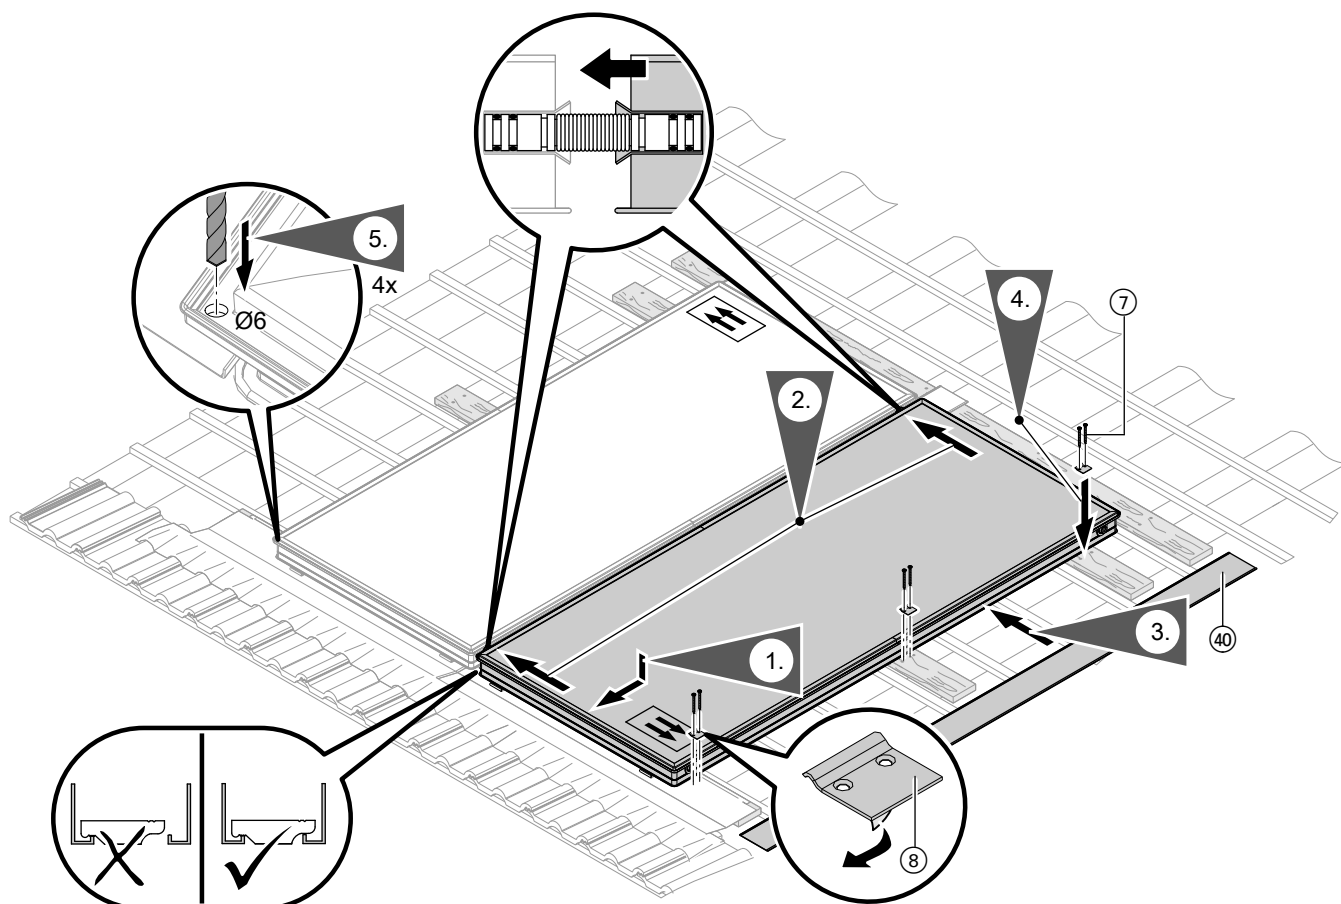

Abb. 29 Klemmsteine zwischen den Kollektoren festschrauben.
- 4. Kollektor in gleicher Weise wie 2. Kollektor der 1. Reihe (siehe Abb. 29 auf Seite 25) montieren.